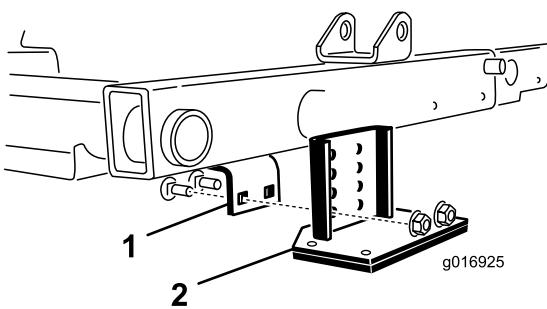

Рисунок 38
| 4. Опустите режущие блоки и установите кронштейн опрокидывателя на раму с помощью 2 каретных болтов и 2 гаек, поставляемых вместе с комплектом (Рисунок 38). | |
2. Найдите кронштейн рамы над центральным режущим блоком (Рисунок 38).
3. Нажимая передний валик центрального режущего блока вниз, определите, какие отверстия кронштейна опрокидывателя совпадают с отверстиями кронштейна рамы и обеспечивают такой же контакт валика при установленном кронштейне опрокидывателя (Рисунок 38).